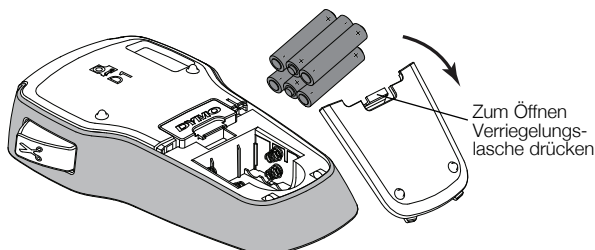

Abbildung 2
- 1 Drücken Sie die Verriegelungslasche auf der Rückseite des Etikettendruckers, um die Abdeckung des Batteriefachs zu entfernen. Siehe Abbildung 2.